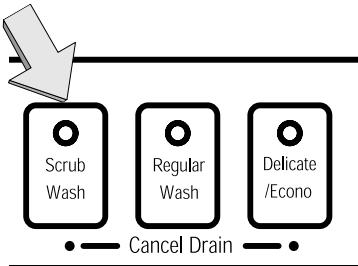

Figure 36/Illus. 36
2. Press and hold the left-most of the two buttons labelled "Cancel Drain", as shown in Figure 36, then press and hold the On/Off button. When the LED display shows a "0" or a "1", release both buttons. The light above the left-most "Cancel Drain" button will begin to flash.
2. Presser et maintenir les deux touches les plus à gauche «Cancel Drain», figure 36, puis presser et maintenir la touche marche-arrêt. Lorsque l'affichage DEL indique «0» ou «1», relâcher les touches. Le voyant au-dessus de la touche «Cancel Drain» la plus à gauche clignote.
2. Pulse y oprima el botón de la izquierda de los dos rotulados "Cancel Drain" (es decir Cancelar Evacuación), tal como muestra la Ilustración 36, después pulse y oprima el botón Prender/ Apagar [On/Off]. Cuando el indicador LED proyecta un "0" o "1", deje de oprimir ambos botones. La luz encima del botón "Cancel Drain" de la izquierda empezará a brillar intermitentemente.